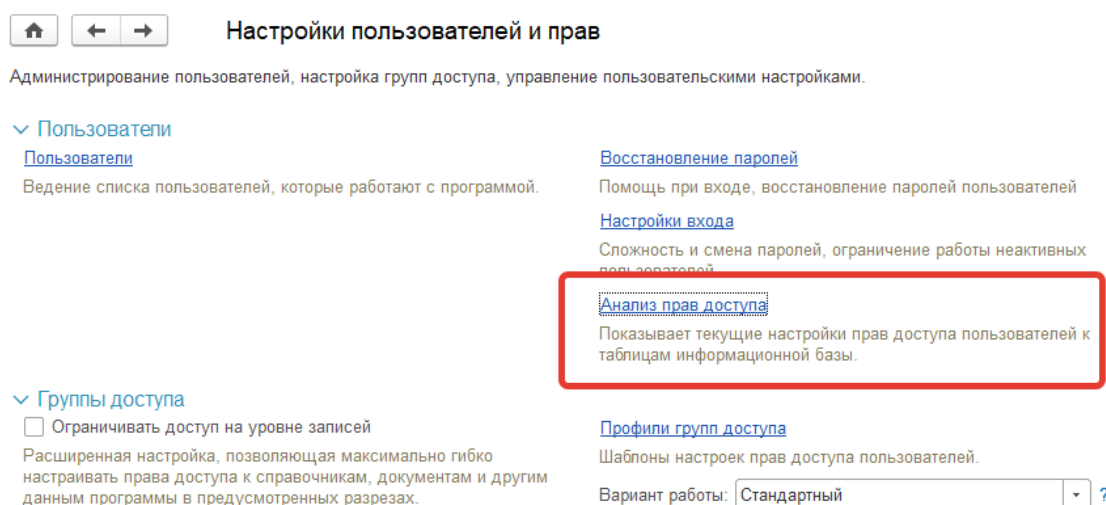
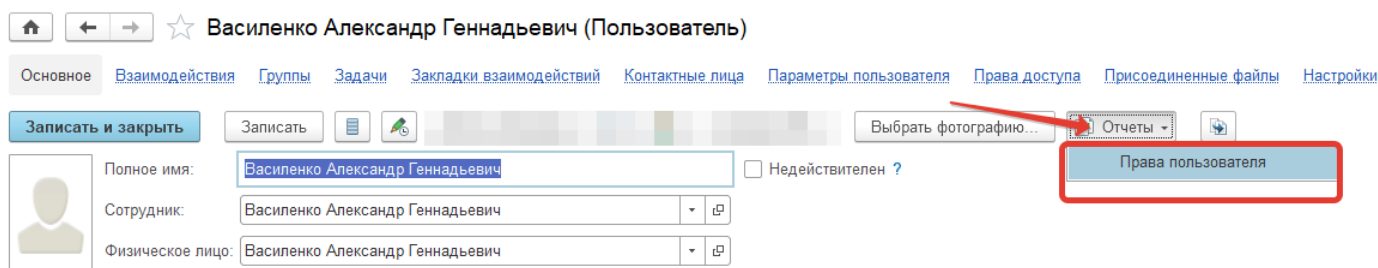
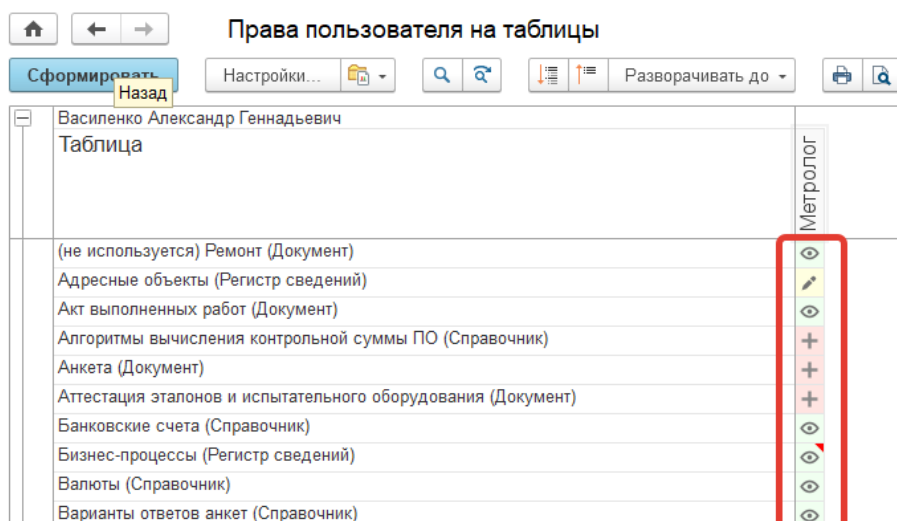
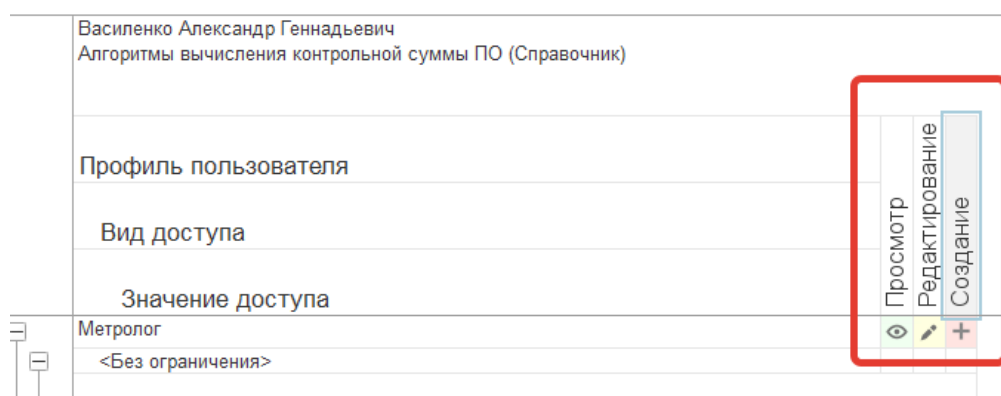

Рисунок 19
Рисунок 20
Рисунок 21
Рисунок 22
13. В разделе **Администрирование – Пользователи** доступен отчет **Анализ прав доступа** (рис.19). Сформировав отчет по конкретному пользователю, можно посмотреть доступные справочники и документы. При расшифровке открывается отчет **Права пользователя на таблицы**, данный отчет также доступен из справочника **Пользователи** (рис.20). В отчете отображается профиль пользователя, доступность справочников и документов отмечена значками (рис.21). Расшифровка значков приведена на рис.22.